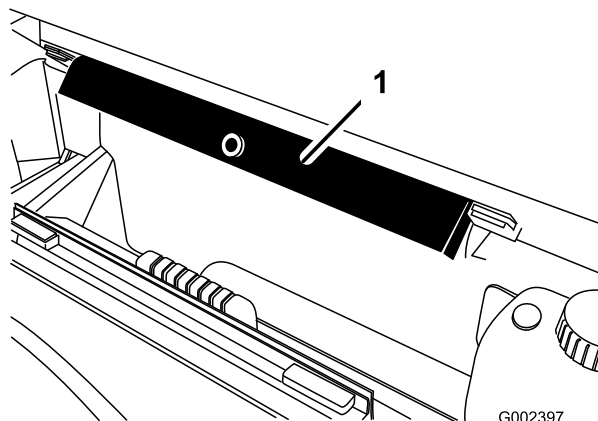

Figura 42
7. Staccate il supporto del pianale dalle staffe su cui è riposto, sulla parte posteriore del pannello del sistema ROPS (Figura 42).